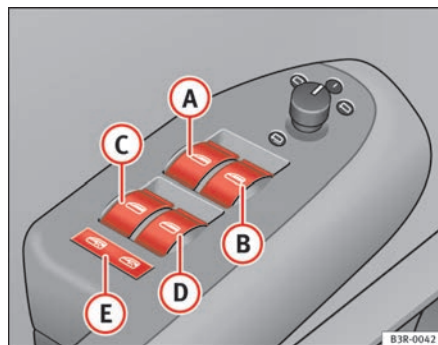

Fig. 80 Dettaglio della porta del conducente: Comandi
- (A) Interruttore ⇒ fig. 80 per il finestrino della porta del conducente
- (B) Interruttore per il finestrino della porta del passeggero
Con l'interruttore di sicurezza ⇒ pag. 113, fig. 80  si possono disattivare gli interruttori delle porte posteriori. Così si possono azionare i finestrini dai sedili posteriori soltanto se l'interruttore è premuto.